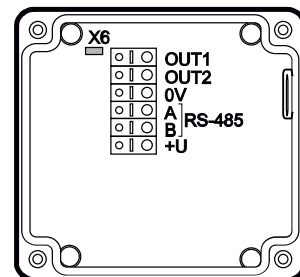

Рисунок 6 – Положение перемычки
2. Установить перемычку X6 (см. рисунок 6).